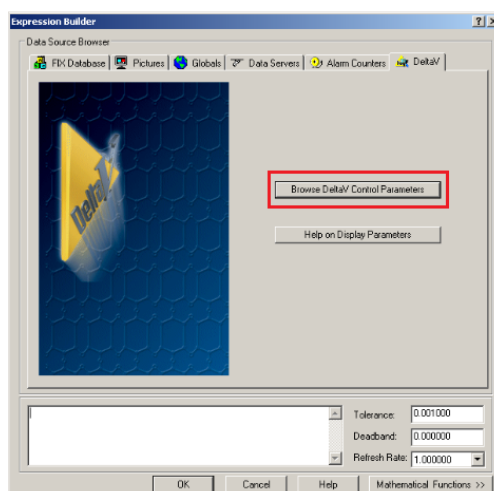

Figura 96: Constructor de expresiones.
- 3) Al hacer click en el botón con los puntos suspensivos debe aparecer la figura 96, luego hacer click en *Browse DeltaV Control Parametres*. el cual nos permite buscar la ruta apropiada de algún parámetro de control.